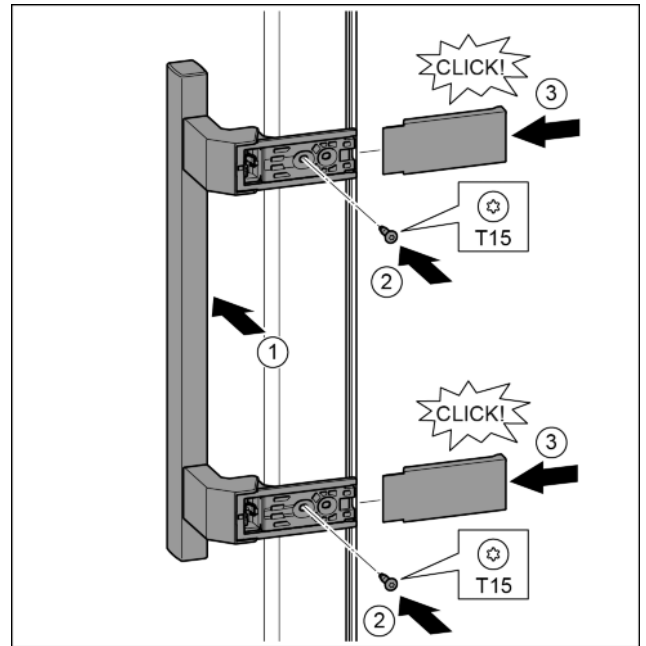

Fig. 22
- ▶ Greep op de tegenoverliggende zijde aanbrengen. Fig. 22 (1)
- ▶ Schroeven met schroevendraaier T15 vastschroeven. Fig. 22 (2)
- ▶ Afdekkingen zijdelings aanbrengen en erop schuiven. Fig. 22 (3)